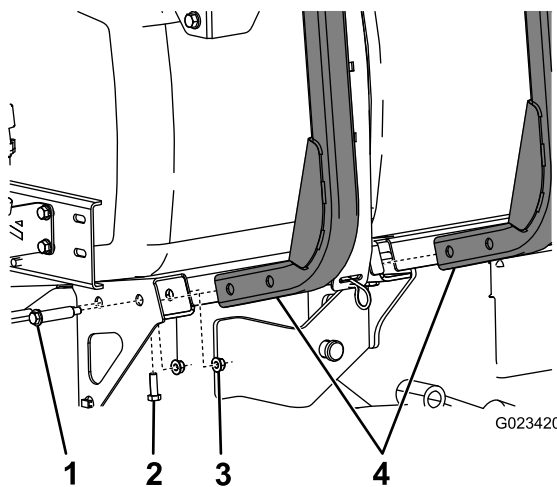

Figura 2
1. Monte los 2 bastidores del carrete de la manguera en el lateral de la máquina con 4 pernos de cuello largo y 4 tuercas con arandela prensada (5/16 pulgada), según se muestra en Figura 2.
2. Sujete la parte inferior de los bastidores del carrete de la manguera a la máquina con 2 pernos (5/16 pulgada) y 2 contratuercas (Figura 2).